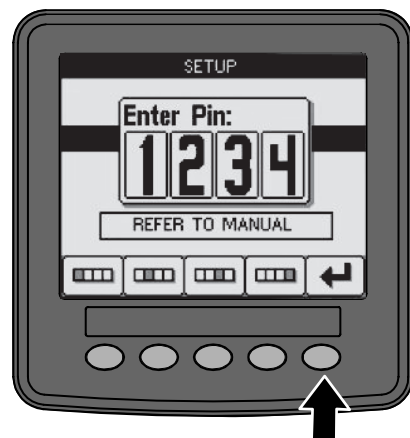

Figura 17
3. Cuando termine de introducir el PIN, seleccione el icono Enter (Figura 17).